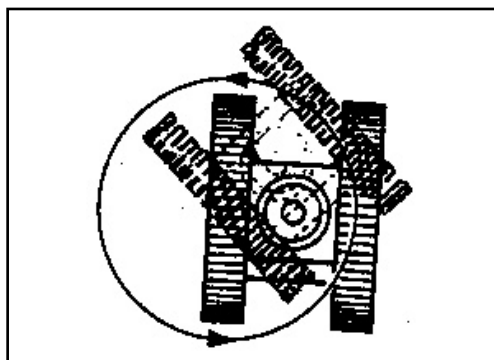

FIG. 3-14
- Svinge mot høyre (FIG. 3-14): Dra høyre håndtak 2 bakover og skyv venstre håndtak 1 forover.